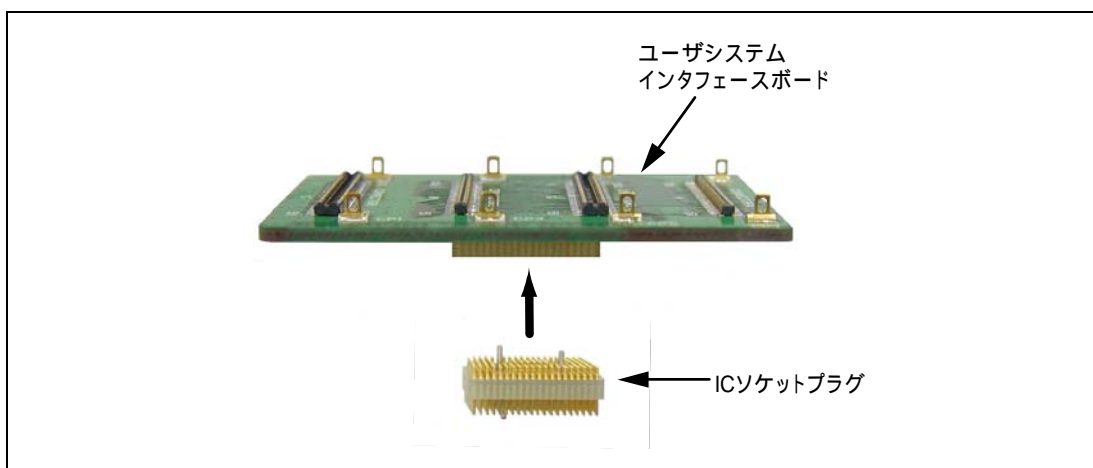
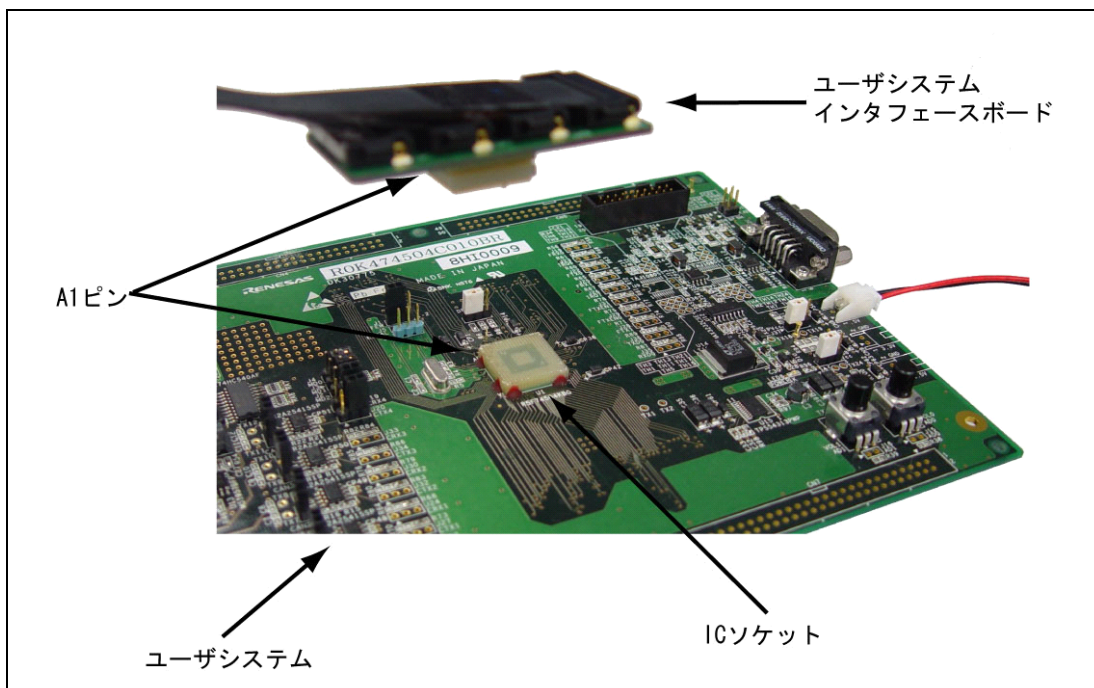

図 2.6 ユーザシステムインタフェースボードとICソケットプラグの接続
図 2.8 ユーザーシステムへの接続
3. ユーザシステムインタフェースボードにICソケットプラグを差し込みます(図2.6参照)
5. ユーザシステムインタフェースボードをユーザシステム上のICソケットにA1ピンの位置を確認した上で差し込みます（図2.8参照）。
注： 図 2.6～図 2.8 は SH7450、SH7451 グループになっていますが、SH7455、SH7456 グループでも同様にして、デバッグ MCU ボードとユーザシステムインタフェースボードとユーザシステムを接続してください。